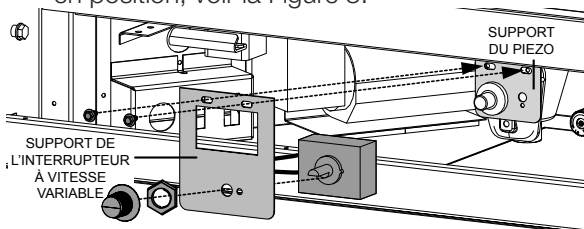

Fig. 3
H. Installez le support IVV puis fixer en place utilisant les deux vis précédemment enlevées, Figure 3. Pour installer l'IVV le support de l'interrupteur à vitesse variable doit être installé, enlever les deux vis du support du piezo.
I. L'interrupteur à vitesse variable (IVV) doit être démonté pour être fixé au support IVV pour l'installation. Placez l'IVV entre le support puis fixer utilisant la rondelle de blocage. Prenez le bouton de l'interrupteur et installez-le en position, voir la Figure 3.